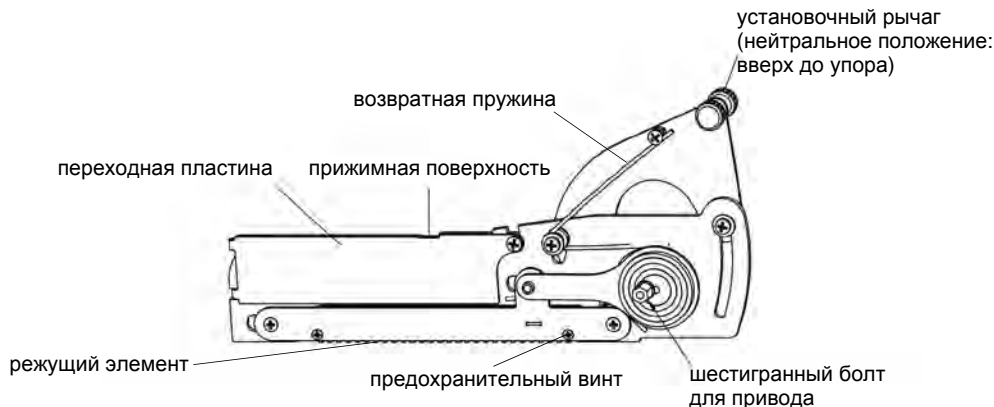

Рис. 4.1: Устройство автоматического инструмента WI
- Подгоните автоматический инструмент WI с помощью переходной пластины под размер прорези для стыковочной пластины (3 мм или 5 мм) использованного крепления к трубе (смотри Рис. 4.1).